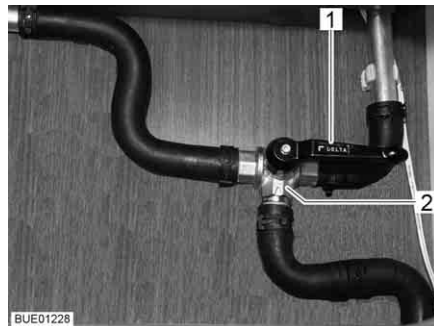

Bild 169 3-Wege-Ventil
- Den Hebel (Bild 169,1) des 3-Wege-Ventils (Bild 169,2) parallel zur geraden Durchflussrichtung (Bild 169) stellen.
- Den Hebel (Bild 169,1) des 3-Wege-Ventils (Bild 169,2) quer zur geraden Durchflussrichtung stellen.